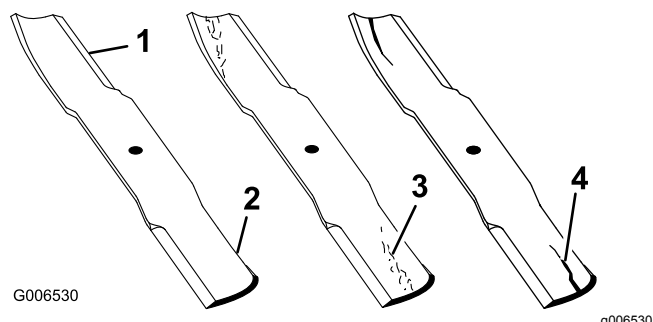

Figure 145
2. Examinez attentivement les tranchants de la lame, particulièrement au point de rencontre des parties plane et relevée, comme montré à la Figure 145.
Remarque: Le sable et les matières abrasives peuvent éroder le métal à cet endroit, c'est pourquoi il est important de contrôler l'état de la lame avant d'utiliser la tondeuse. Remplacez la lame si elle vous semble usée (Figure 145).